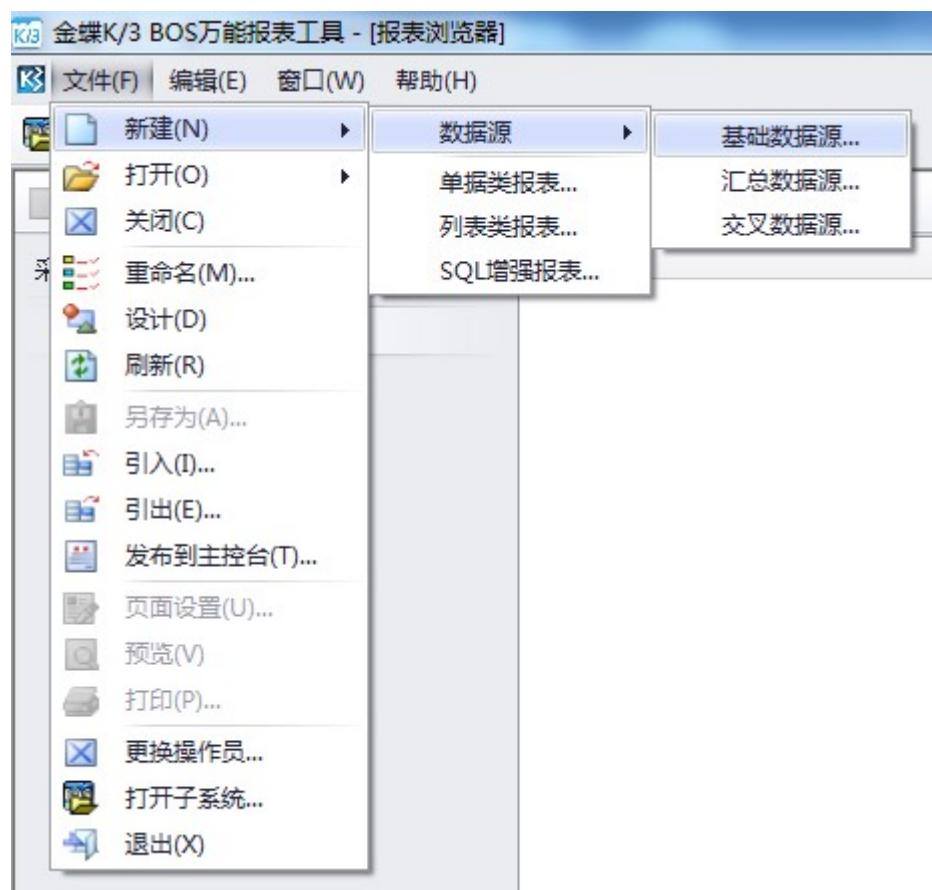

图 7-2-1 新建基础数据源
- 1、登录K/3 Cloud BOS 万能报表设计平台，在主菜单上选择【文件】—【新建】—【数据源】，弹出报表新建向导界面。如图 7-2-1 所示。